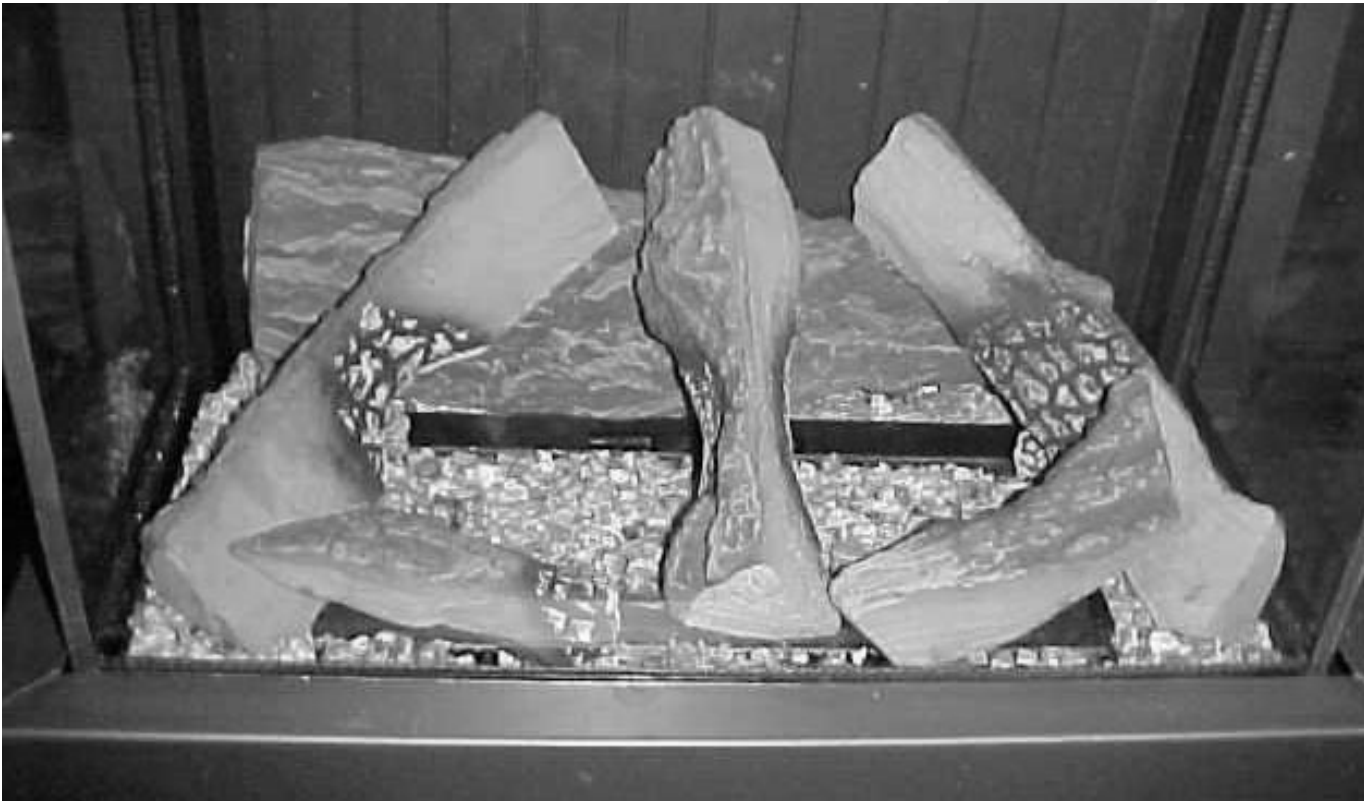

fig. 5
- Plaats de overige blokken zoals in fig. 5 is aangegeven.